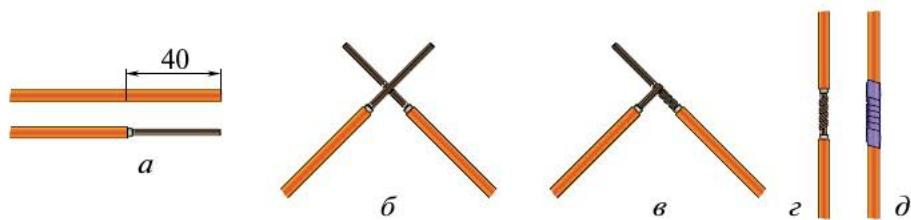

Рис. 10.4. Последовательность сращивания многожильных проводов
1. Разметить концы проводов на длину 40 мм. Снять монтажным ножом или специальным приспособлением изоляцию на концах срашиваемых проводов (рис. 10.4, *а*).
2. Наложить оголённый конец одного провода на другой на расстоянии $\frac{2}{3}$ длины оголённого конца под углом 90° (рис. 10.4, *б*).
3. Скрутить оголённый многожильный провод руками (рис. 10.4, *в*).
4. Скрутить концы проводов руками: правый обвить вокруг левого и левый — вокруг правого. Обжать скрутку пасатижами (рис. 10.4, *г*).
6. После охлаждения место пайки обмотать изоляционной лентой (рис. 10.4, *д*).
4. Выполните срашивание двух многожильных проводов (см. рис. 10.4).